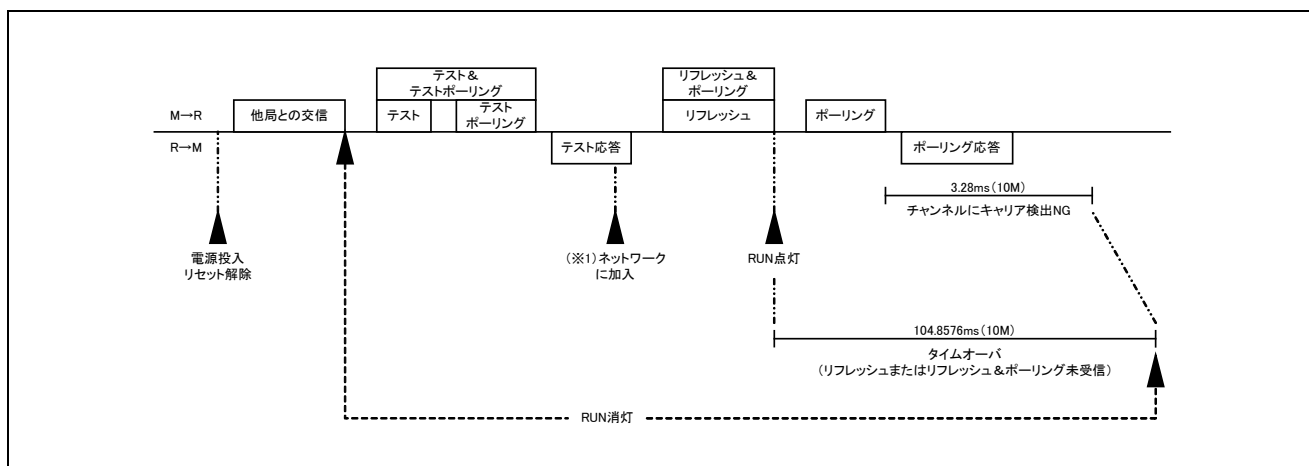

図6.1 RUN 点灯条件
消灯	(1) ネットワークに加入前 (図6.1参照) (2) チャンネルのキャリア検出 N.G. (3) タイムオーバ (4) ハードウェアリセット中